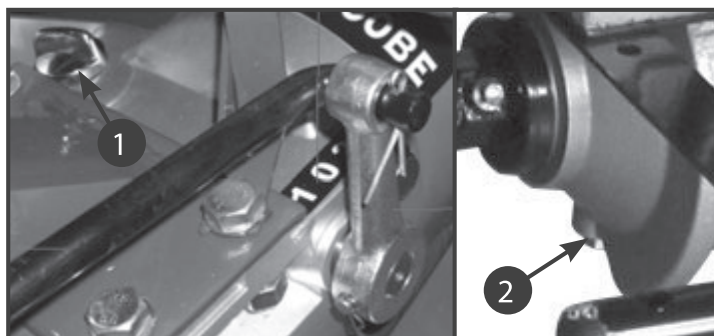

Рис. 14. Отверстия для замены трансмиссионного масла.
2. Очистите от загрязнений зону вокруг маслозаливной горловины коробки передач. Выкрутите крышку щуп 1 (Рис. 14) горловины, протрите щуп насухо.
3. Открутите сливной болт 2 (Рис. 14) и слейте масло в специальную емкость.